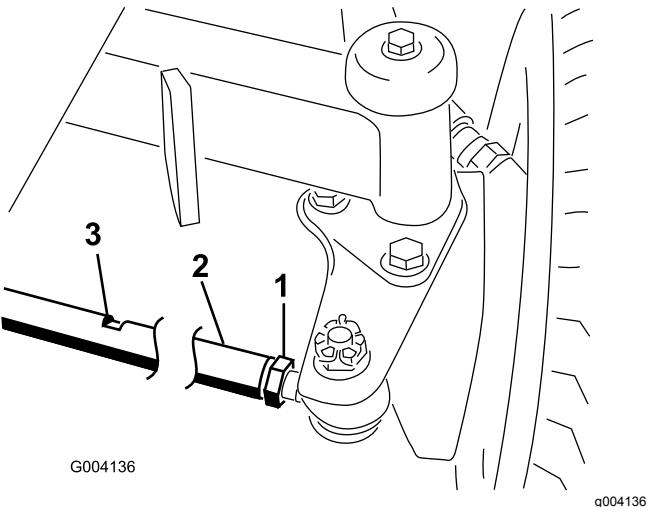

Figura 64
2. Allentate il controdado da ciascun lato del tirante (Figura 64).